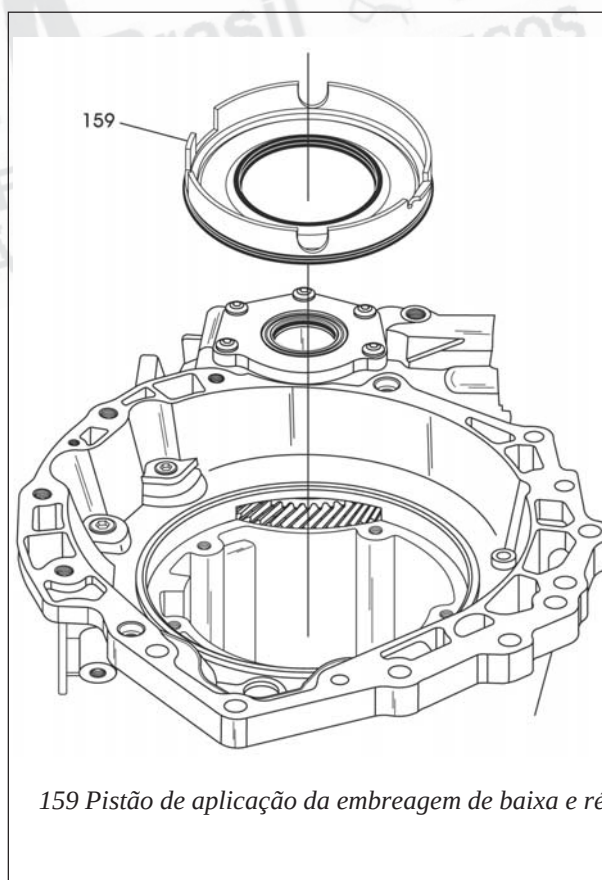

Figura 111
45. Instale o novo pistão moldado conforme figura 111, e certifique-se que ele fique totalmente assentado.